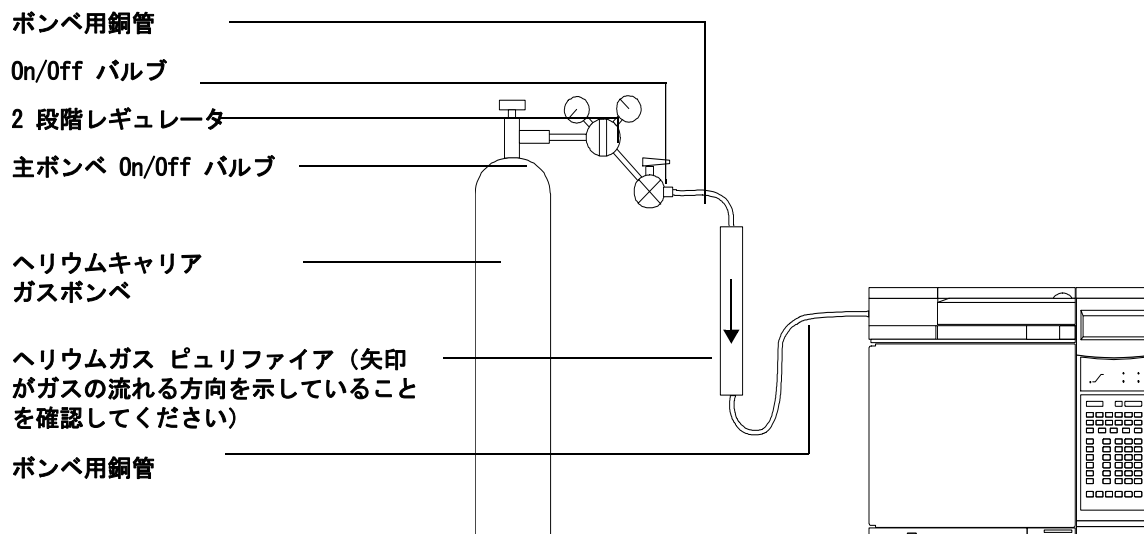

図 4 ヘリウムの接続
- 1 6 フィート（または別途注文された長さ）の銅管をキャリアガスポンベのラインにつなぎます（図 4）。